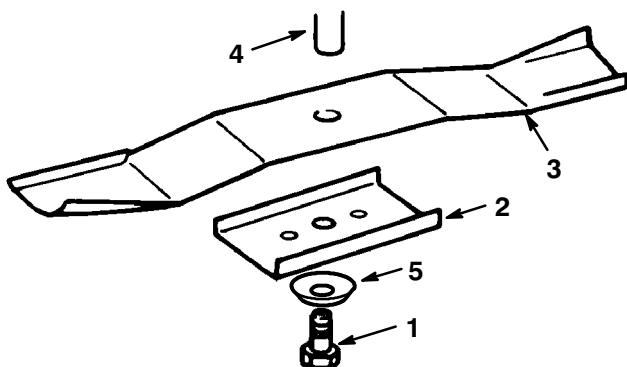

Bild 33
3. Entfernen Sie die Schraube (5/8"-Schlüssel), Spannscheibe, den Halter und das Schnittmesser (Bild 33). Sie können einen Holzklotz zwischen das Schnittmesser und das Schneidwerk keilen, um das Schnittmesser beim Entfernen der Schraube zu blockieren.
- Bringen Sie das Schnittmesser, den -halter, die Spannscheibe (Schalenseite zum Messer) und die Messerschraube an (Bild 33).